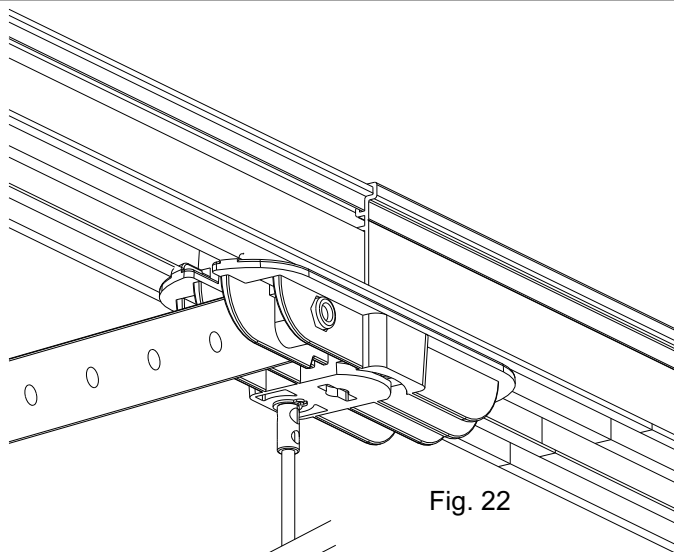

Fig. 22
- Tire del pomo de desbloqueo y abra la puerta manualmente (Fig. 22).